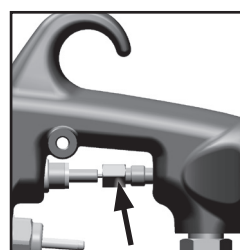

Fig. 8
2. Dévisser complètement l'écrou de presse-garniture du pointeau. (Voir fig. 8)
8. Serrer délicatement l'écrou de presse-garniture du pointeau. NE PAS LE BLOQUER. (Voir fig. 8)
10. Faire fonctionner le pistolet avec du produit et ajuster le serrage de l'écrou de presse-garniture si nécessaire pour éviter les coulures. (Voir fig. 8)